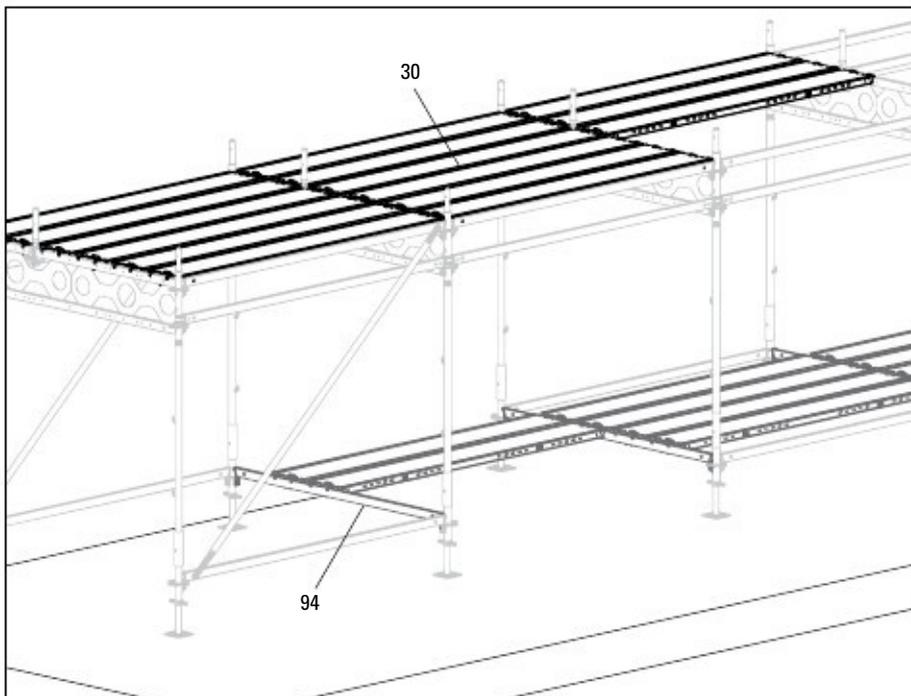

Fig. D5.07
5. Поставете стоманените подове EDS (30) в многофункционалния трегер ELM; за тази цел постепенно използвайте допълнителните подове, които вече не са необходими в основното ниво.
6. Отстранете гредите UH Plus (94), които служат като опора за помощните подове на основното ниво. (Fig. D5.07)